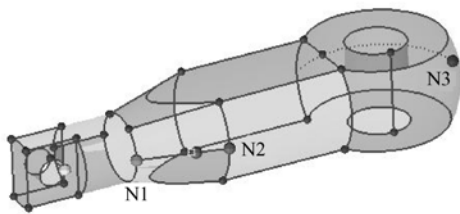

图 5-45 选择几何点
- (3) 激活下面的 N1，并如图 5-45 所示依次选择 N1、N2、N3 和 B 这 4 个点。